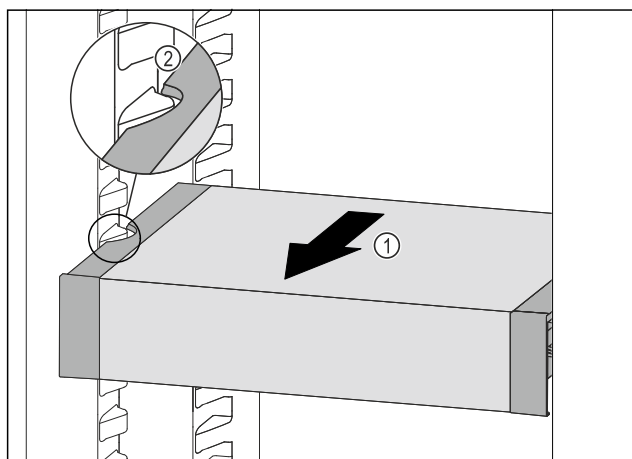

Fig. 127
- ▶ Táhněte VarioSafe dopředu Fig. 127 (1), dokud nebudou boční vybrání VarioSafe na úrovni žebrování na nádoby v chladničce. Fig. 127 (2)